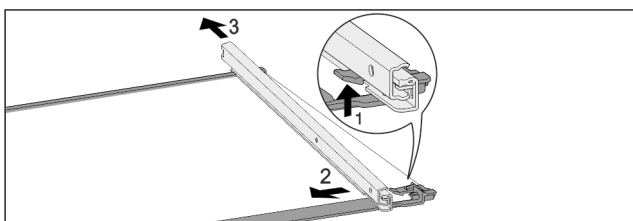

Fig. 124 Glasplaat met rails
- ▶ Voorste vergrendelhaak naar boven duwen. Fig. 124 (1)
- ▶ Uitschuifrail naar de zijkant Fig. 124 (2) en naar achteren Fig. 124 (3) wegschuiven.